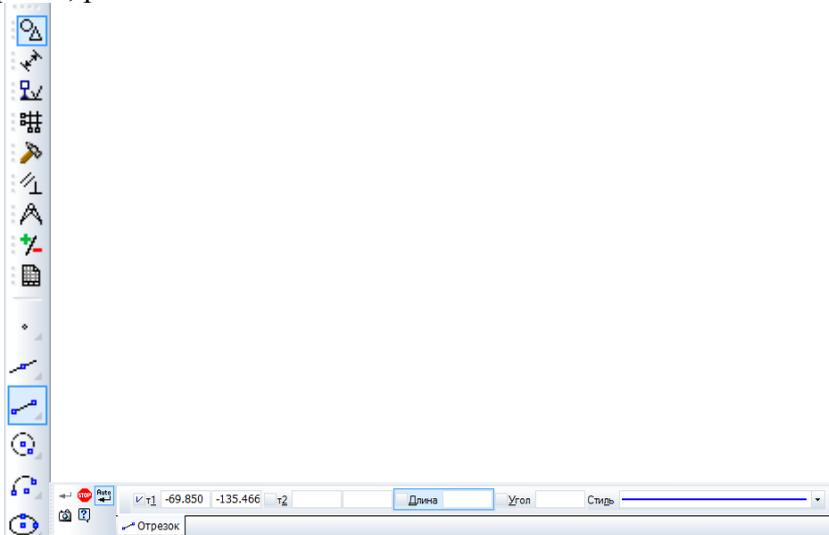

Рис. 1.1. Вкладка *Геометрия*
2. Щелкните на кнопке *отрезок* на панели инструментов *Геометрия*  – система перешла в режим построения отрезка, рис. 1.1.